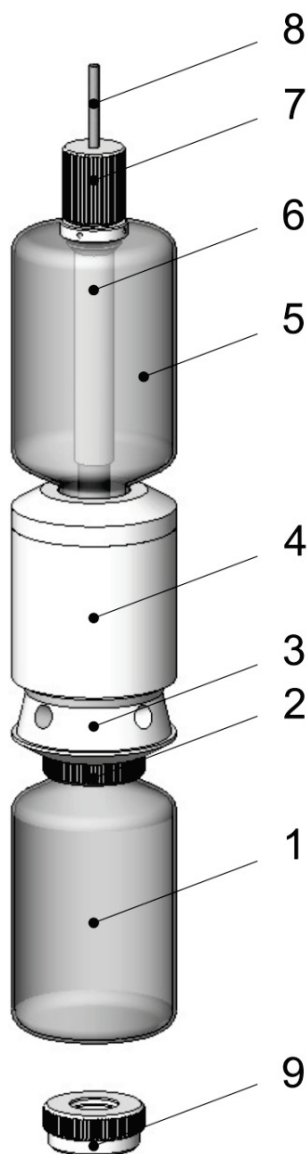

Рис. 1.
Система (рис. 1) состоит из корпуса с грузом 3, ручки 6, затвора 4, поплавка 5, переходного кольца для крепления полиэтиленовой бутyli 2, бутyli полиэтиленовой (или стеклянной) 1, втулки для крепления троса 7, троса капронового 8, дополнительного переходного кольца для стеклянной бутyli 9. Детали системы (кроме ручки, груза и полиэтиленового поплавка) изготовлены из фторопласта-4 или СВМПЭ. Ручка и груз внутри корпуса изготовлены из нержавеющей стали.
- 6.1. При подготовке системы следует проверить крепление втулки с тросом к пробоотборнику (рис. 1).